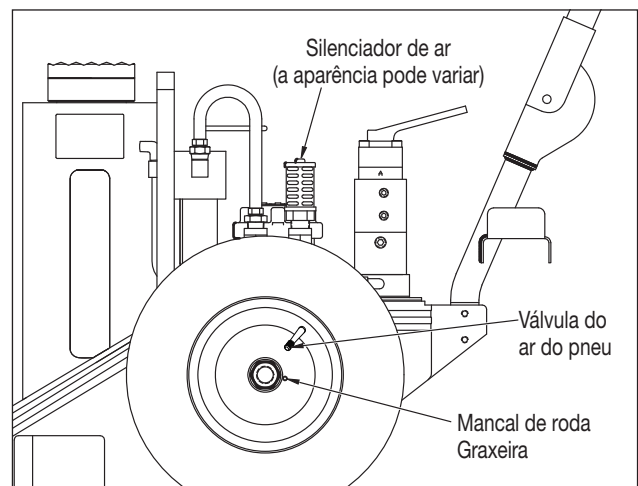

Figura 8, Itens de Manutenção Adicionais
6.5 Silenciador de Ar Comprimido (veja a Figura 8)
6.6 Rodas e Pneus (Veja a Figura 8)